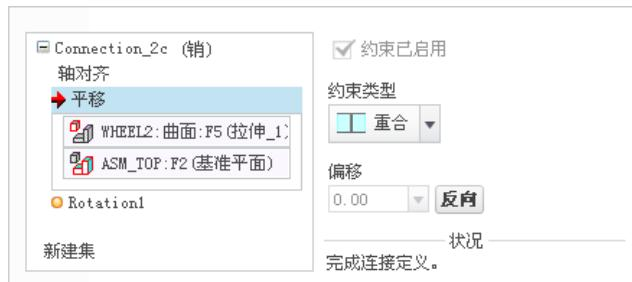

图 7.3.9 “平移”约束参考
(4) 定义“平移”约束。分别选取图 7.3.7 中的元件的端面和模型树中的 ASM_TOP 基准平面(元件 WHEEL2 的端面和 ASM_TOP 基准平面),以限制元件 WHEEL2 在 ASM_TOP 基准平面上平移, 平移约束的参考如图 7.3.9 所示。